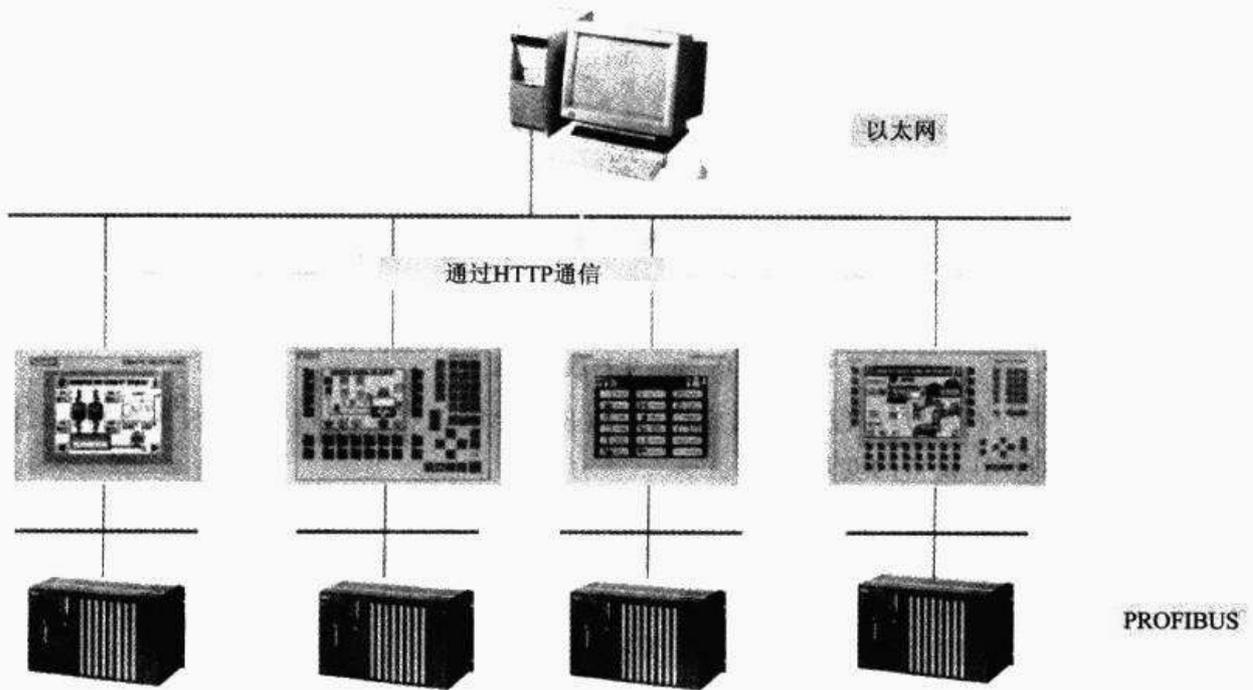

图 15-10 HMI 设备之间的相互通信
② 通过 SIMATIC HMI HTTP 协议在 HMI 之间通讯,使用 SIMATIC HMI HTTP 协议可以使用户将操作设备(服务器)的变量提供给另一台设备(客户端),即通过在本地和中心使用 HMI 设备即可以访问其他站的变量。这样,可以很容易使分散的信息得到集中。如图 15-10 所示。这种方案减少了中央维护,进一步提高了使用设备的性价比,如果将中心 HMI 设备采用 PC 机,还可用于归档、分析和进一步处理所获得的过程数据。